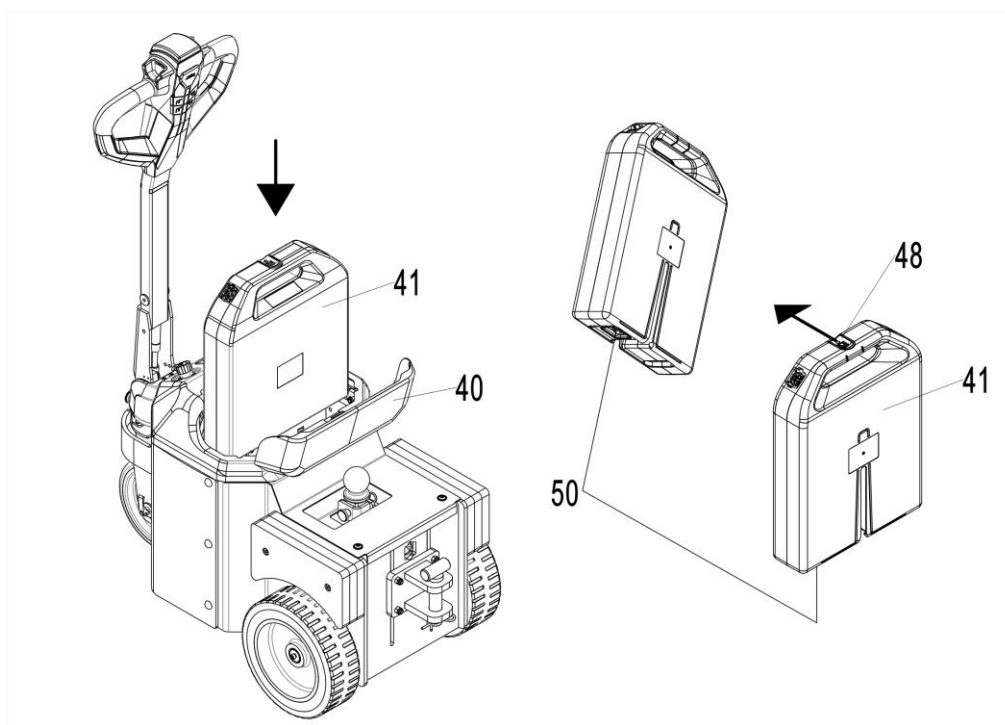
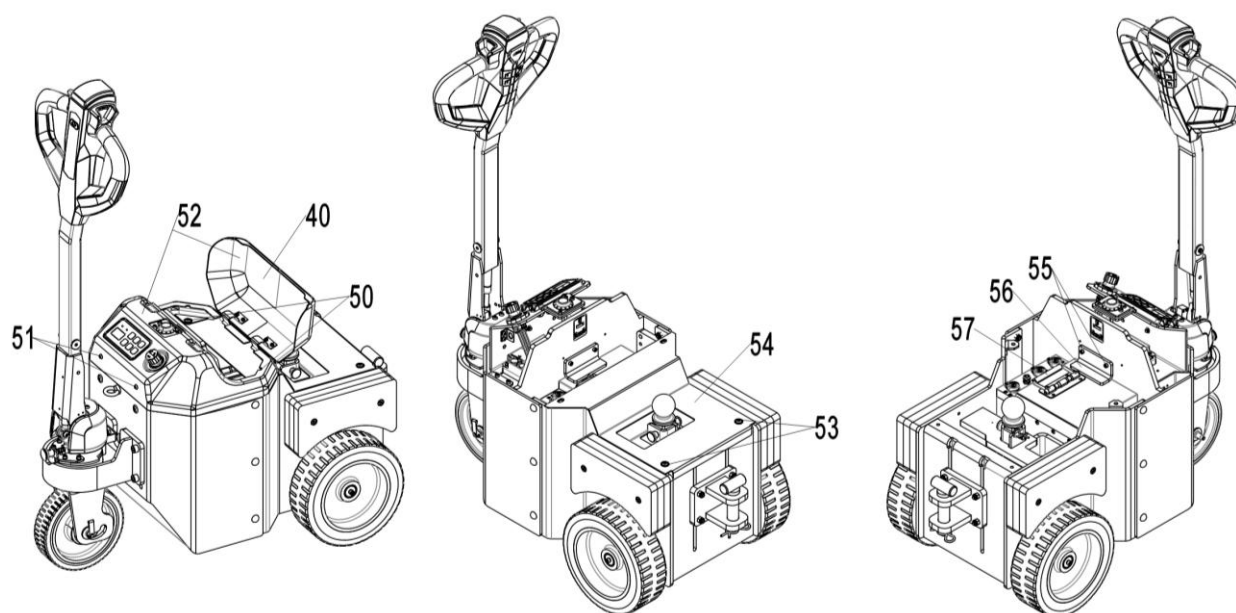

Рис. 19: Установка АКБ 48 В 20 А·ч
Рис. 20: Извлечение АКБ 48 В 36 А·ч
- Откройте крышку отсека АКБ (рис. 19, поз. 40) до предельного положения. Визуально убедитесь, что на вертикальном выводе аккумулятора нет посторонних предметов.
- Установите аккумулятор (рис. 19, поз. 41) в отсек для аккумулятора.
- Штекерное соединение (рис. 19, поз. 50) между батареей и тягачом должно быть полностью подключено.
- Убедитесь, что замок аккумулятора (рис. 19, поз. 48) зафиксирован.
- Закройте крышку аккумуляторного отсека (рис. 19, поз. 40).
- Откройте крышку отсека АКБ (рис. 20, поз. 40) до предельного положения.
- Выкрутите крепежные винты (рис. 20, поз. 50) и (рис. 20, поз. 51), затем снимите узел крышки (рис. 19, поз. 52).
- Выкрутите крепежный винт (рис. 20, поз. 53), затем извлеките пластину (рис. 20, поз. 54).
- Отвинтите крепежный винт (рис. 20, поз. 55), затем снимите зажимную пластину аккумулятора (рис. 20, поз. 56).
- Отсоедините провода аккумулятора, поднимите аккумулятор за ручку (рис. 20, поз. 56) и извлеките его из тягача.